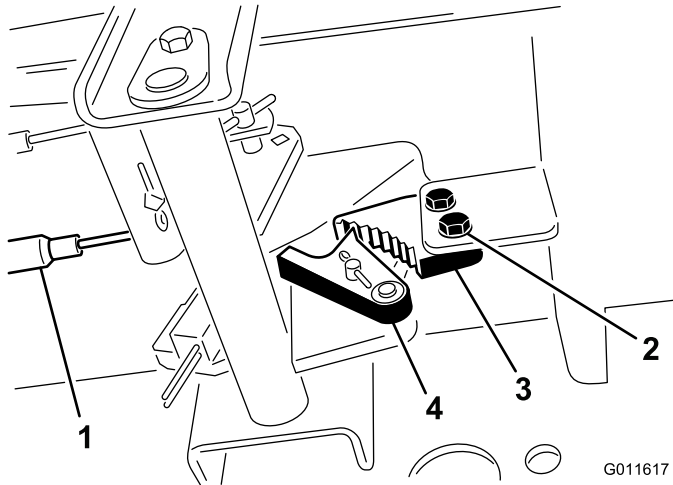

Figura 48
1. Allentate le due viti che fissano il nottolino del freno di stazionamento al telaio (Figura 48).
2. Premete in avanti il pedale del freno di stazionamento finché il fermo non s'innesta completamente nel nottolino del freno (Figura 48).